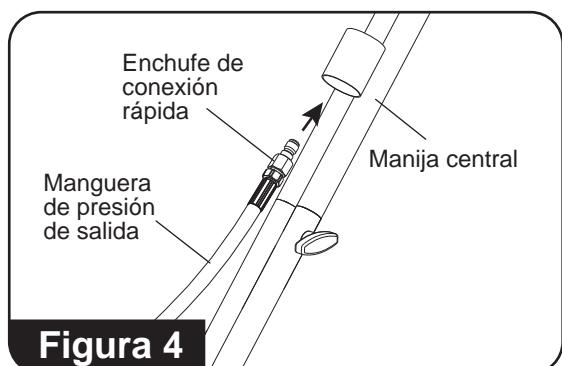

Figura 4
4. Tome la manguera de presión de salida y, comenzando con el extremo del enchufe de conexión rápida, deslícela a través de la parte inferior del tubo guía en la parte delantera del ensamble de la manija central. (**Consulte la figura 4**)